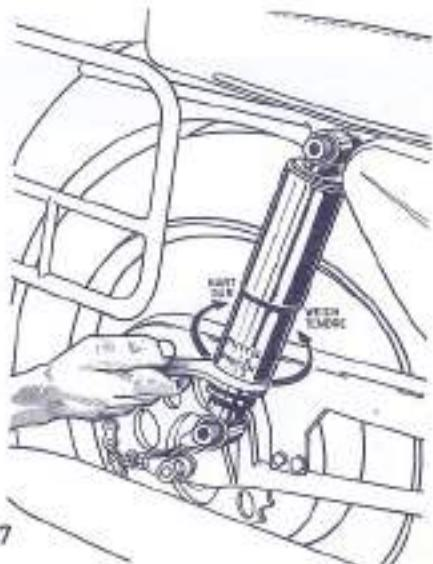

FIG.17
7.9 Verstellen der Hinterradfederung (Fig.17)
7.9 Réglage des amortisseurs de suspension arrière (fig.17)